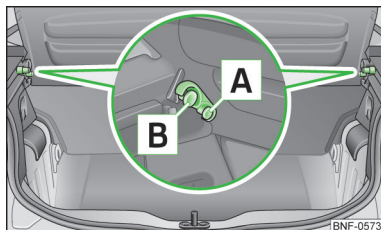

Fig. 69
- Para abatir hacia delante, levante la cubierta del maletero y presiónela en las fijaciones laterales **A** » fig. 69.
- Para desmontar, tire hacia fuera de la cubierta del maletero inferior desde las fijaciones laterales **B** » fig. 69.
Fíjese en que la cubierta del maletero esté correctamente enclavada en las fijaciones laterales **B** » fig. 69. Riesgo de daños en la cubierta del maletero o del propio maletero.